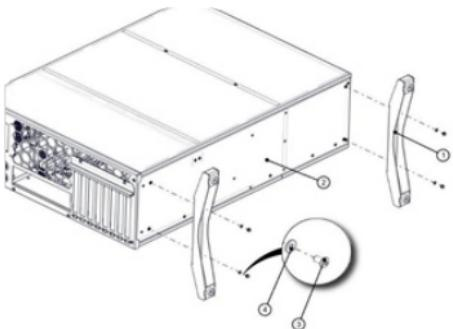

Рисунок 23 – Установка металлических ножек на корпус
- прикрепите обе ножки в сборе (1) к правой панели изделия (2) с помощью винтов M3x6 с полукруглой головкой (3 с пластиковой шайбой (4)) и шестигранного ключа s2 (рисунок 23).